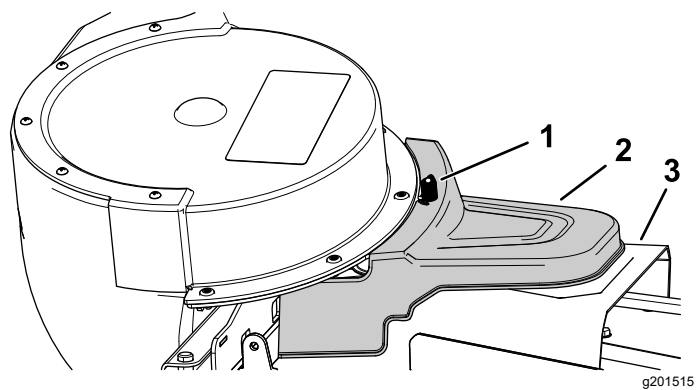

Рисунок 27
5. Установите крышку механизированного травосборника на крышку ремня и закрепите ее, затянув ручку (Рисунок 27).